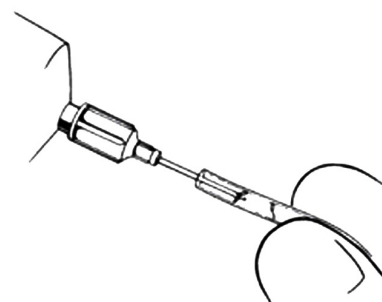

Figure 4-32. Rincer la tubulure et le connecteur
3. À l'aide d'une aiguille de calibre 22 et d'une seringue de 10 cc remplie de solution de remplissage, rincer le connecteur et la tubulure (Figure 4-32) de sorte à éliminer tout l'air et toute trace de particule éventuels.